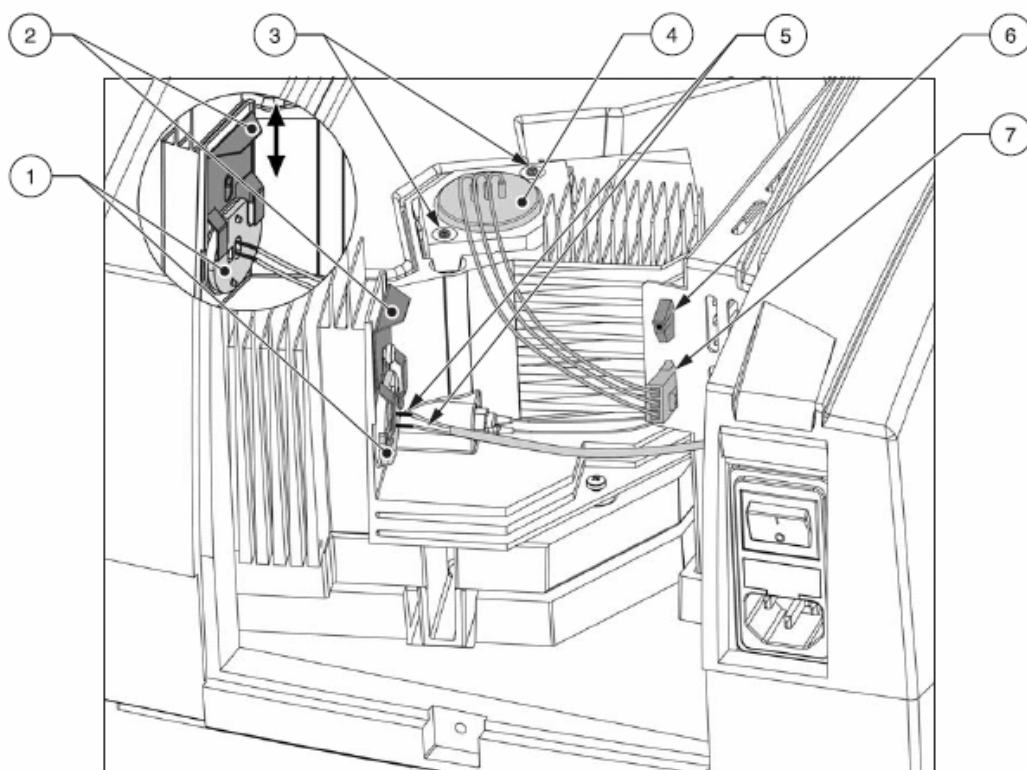

图5 光源箱
更换钨灯和氙灯灯泡的操作具体参见第101页7.2.2和第102页 7.2.3以及第101页的图5。
5. 打开固定灯泡的弹簧片（图5中的组件2），卸下钨灯灯泡（图 5组件1）（Cat.No.: A23778）。
6. 拔下钨灯灯泡上的金属插头（图5中组件6）。
4. 拔下氙灯电源插头（图5中组件7）（Cat. No. A23792），拔插头时按住插头两端的塑料扣。
5. 用螺丝刀卸下氙灯底座上的2个螺丝（图5中组件3）。